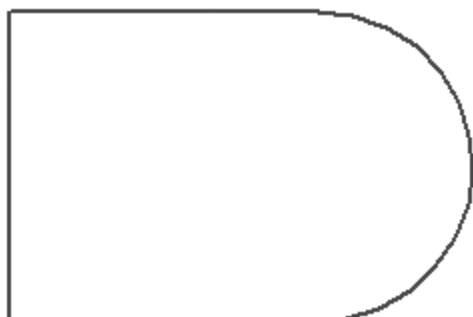

Рис. 2.17. Фигура, построенная при помощи одного вызова команды **Непрерывный ввод объектов**
7. Полученная фигура показана на рис. 2.17. Сохраните этот чертеж под именем **Фигура.cdw**.